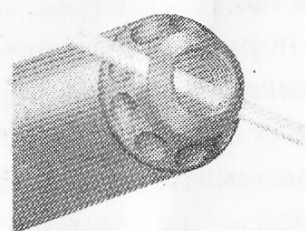

Рис. 3
3. Сделать полтора-два оборота против часовой стрелки (рис.3).
3. Вставить в поперечное отверстие задника, которое имеет диаметр 5,5 мм, какой-либо подходящий стержень и полностью открутить его (рис. 3). Из внутренней части задника может выпасть пятак и уплотнение клапана, будьте внимательны.